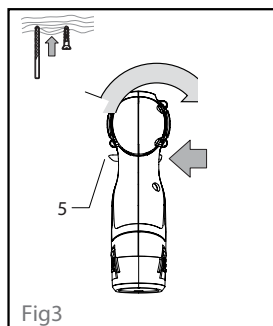
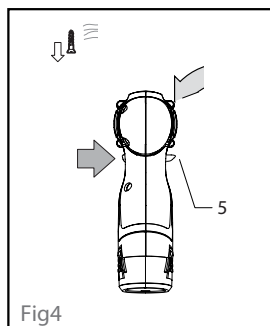

Fig3
Fig4
Selección de la dirección de rotación (Fig.3, 4)
- Cambie la posición del interruptor de rotación (5) solo en un punto muerto.
1. Presione el interruptor de rotación (5) hacia la izquierda para detener y presione el interruptor de velocidad variable (9), el eje de salida funciona en sentido horario (Fig. 3). (Para apretar tornillo y taladrar)
2. Ponga el interruptor de rotación (5) en la posición central, el interruptor está bloqueado. (Posición de apagado)
3. Presione el interruptor de rotación (5) hacia la derecha para detenerse y presione el interruptor de velocidad variable (9), el eje de salida funciona en sentido antihorario (Fig. 4). (Para sacar los tornillos)